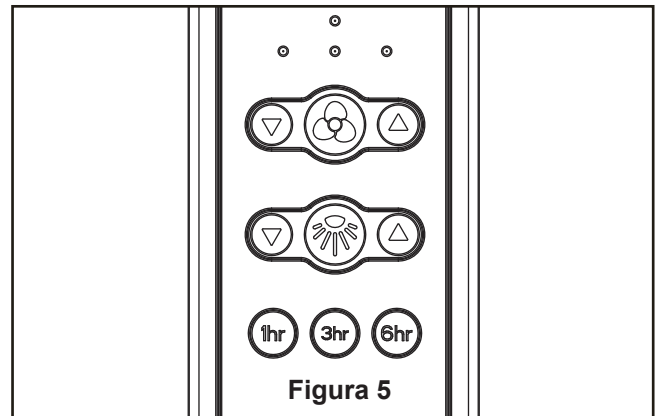

Figura 5
5. Instale la unidad de placa LED superior a la unidad del kit de iluminación usando las dos ranuras claves de la unidad de placa LED superior. Vuelva a colocar el tercer tornillo y fije con seguridad los tres tornillos. (Figura 5)
- 5.** Funciones del control remoto: (Figura 5)